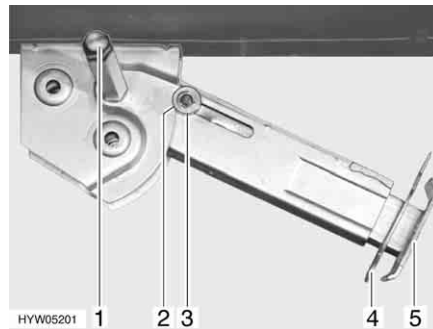

Fig. 37 Apoio de elevação
- Encaixe a chave de caixa na peça sextavada (Fig. 37,1) e gire, até o apoio de elevação ficar verticalmente voltado para baixo.
- Retire o contrapino (Fig. 37,4) da peça de prolongamento do pé de apoio (Fig. 37,5).
- Encaixe a chave de caixa na peça sextavada (Fig. 37,1) e gire, até o apoio de elevação deixar de estar apoiado no chão.
- Empurre completamente para dentro a peça de prolongamento do pé de apoio (Fig. 37,5) e encaixe o contrapino (Fig. 37,4) no orifício previsto para ele na peça de prolongamento do pé de apoio.
- Com uma chave de caixa, gire a peça sextavada (Fig. 37,1), até o apoio de elevação ter sido completamente deslocado para cima e a anilha de guia (Fig. 37,3) tenha entrado completamente no entalhe (Fig. 37,2).